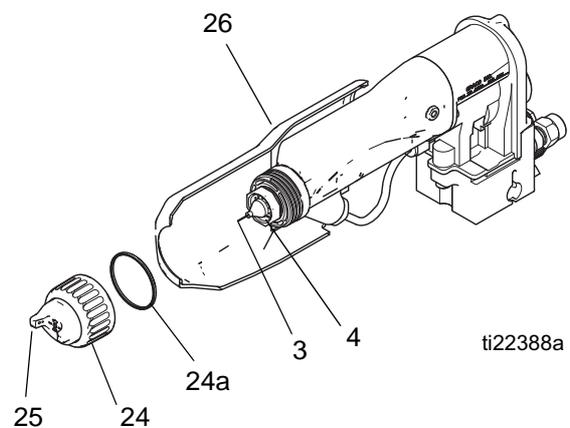

Fig. 19. Luftkappe und Materialdüse reinigen
3. Den Luftkappensatz (24, 25) und das Abdeckblech (26) entfernen. Siehe hierzu FIGURE 19.
4. Die Materialdüse (4), das Abdeckblech (26) und die Außenflächen der Pistole mit einem mit Lösemittel angefeuchteten Tuch reinigen. Darauf achten, dass kein Lösemittel in die Luftpassagen gelangt. Die Pistole während des Reinigens möglichst nach unten richten.
5. Wenn sich in den Luftpassagen der Materialdüse (4) Farbe festgesetzt hat, die Pistole zur Wartung von der Leitung abschrauben. Für weitere Informationen zum Ausbau der Materialdüse zum Reinigen oder Austauschen siehe **Luftkappe/Düse ersetzen** auf Seite 42.
6. Die Luftkappe (25) mit der weichen Borstenbürste und dem Lösemittel reinigen oder die Luftkappe in geeignetes Lösemittel eintauchen und anschließend abwischen. Keine Metallwerkzeuge verwenden.
7. Die Abdeckhaube (26) auf die Pistole schieben.
8. Vorsichtig die Luftkappe (25) montieren. Darauf achten, dass die Elektrode (3) durch die mittlere Luftkappenöffnung eingeführt wird. Die Luftkappe in die gewünschte Position drehen.
9. Sicherstellen, dass die U-Dichtung (24a) richtig am Haltering (1) sitzt. Die Lippen müssen nach vorn gerichtet sein. Den Haltering festziehen, bis die Luftkappe sicher gehalten wird. Die Luftkappenhörner sollten nicht von Hand gedreht werden können.